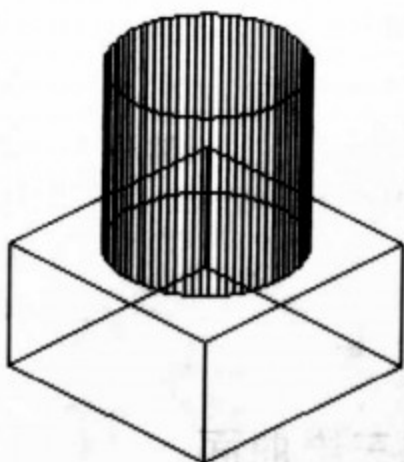

图 4-20 标高、厚度图例
例 4-1 绘制如图 4-20 所示图形。
(5) 执行主菜单中【视图】/【三维视图】/【视点预置】命令, 弹出【视点预置】对话框, 在【自 X 轴】栏内输入“45”, 在【自 XY 平面】栏内输入“30”, 然后单击  按钮, 完成绘图过程, 如图 4-20 所示。
如果要修改拉伸完成的图形,可以执行主菜单中【修改】/【特性】命令,弹出【特性】对话框,然后选中要修改的图元,在【特性】对话框中修改其数值。如选中图 4-20 所示的上部圆柱表面,启动【特性】对话框,在【厚度】栏内将“30”改为“20”,如图 4-22 所示,观察圆柱表面的厚度变化,如图 4-23 所示。